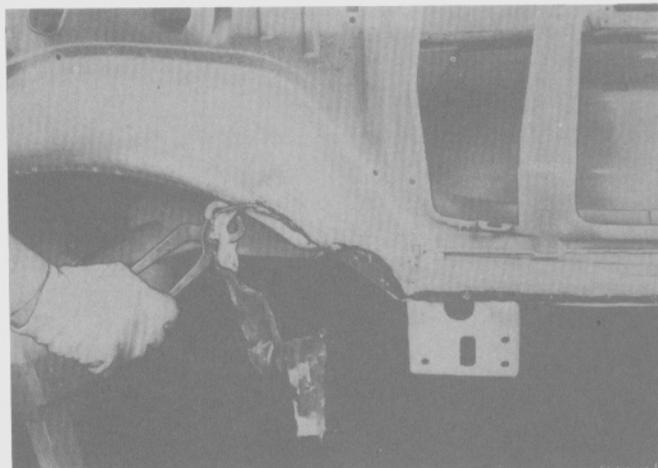

Fig. 205
- Retirar los restos del panel de las pestañas (Fig. 205).